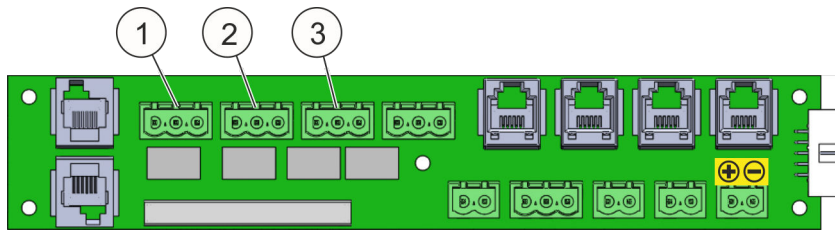

Fig. 18: Contatti a potenziale zero
- Per la disconnessione dell'apparecchio da parte del gestore utilizzare i contatti a potenziale zero (Fig. 18/da 1 a 3).